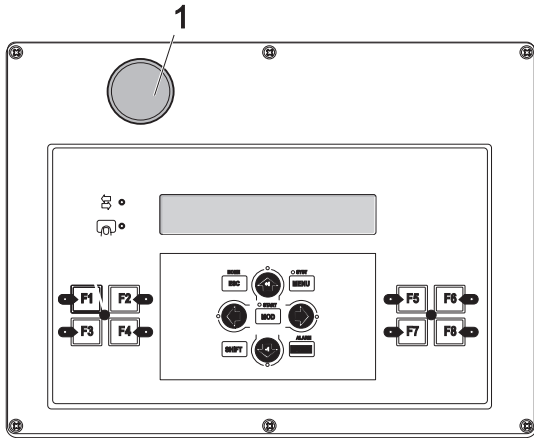

Figura E.1: Unidad de mando
- en la unidad de mando (1, Figura E.1)